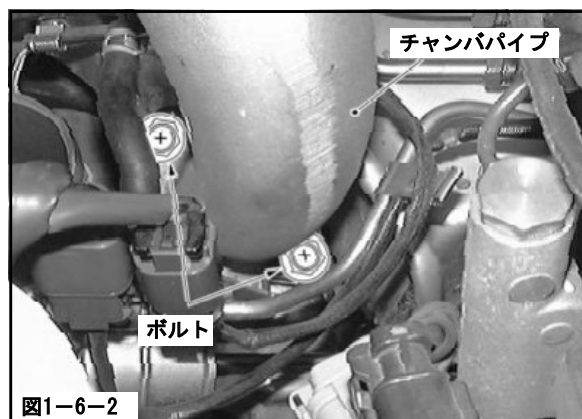

図1-6-2
- (2) チャンバパイプを取付けているリア側のボルト(2本)、ナット(1本)を取外してください。(図1-6-2)